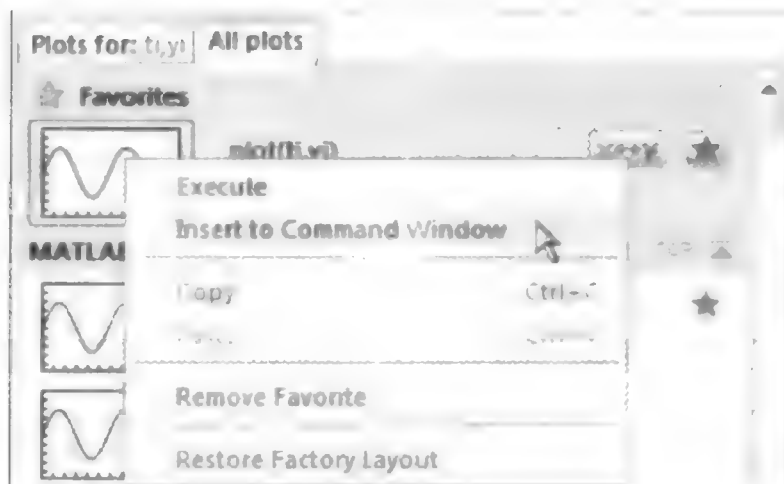

图 1.2.5 插入命令
(3) 在选择绘图变量时,系统默认先选中的为 x ,后选中的为 y ,Mathworks R2009b 提供了按钮 $x \leftrightarrow y$ 允许用户交换 xy 变量,便于重新绘图。对于常用的项目,用户可以按下 \star ,将其列入收藏。
(4) 右击某一绘图项目,如图 1.2.5 所示,选择菜单项 Insert to Command Windows 或 Copy,可以直接将该绘图的命令插入命令行窗口或粘贴板,便于用户二次修改。